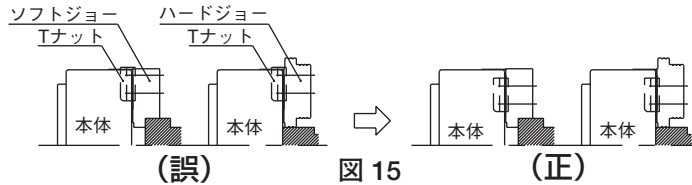

図15
- Tナットはマスタジョーより飛び出さない状態で使用すること。(図15参照)